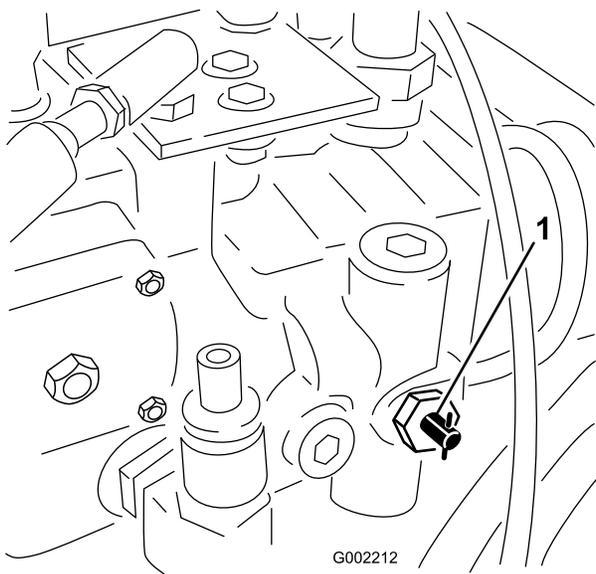

Figura 28
- Girate la valvola di traino a (Figura 28) 90 gradi in qualsiasi senso per aprirla.